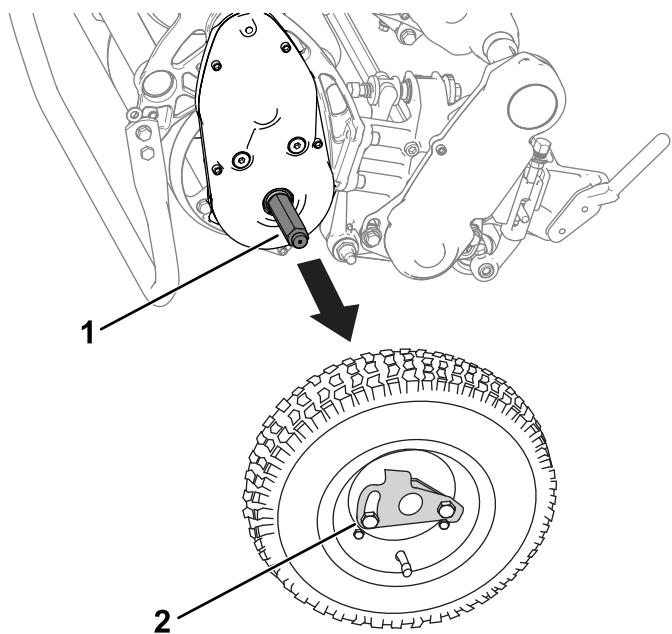

Figura 22
3. Retire las ruedas de transporte empujando los clips de bloqueo de las ruedas fuera de los ejes (Figura 22).